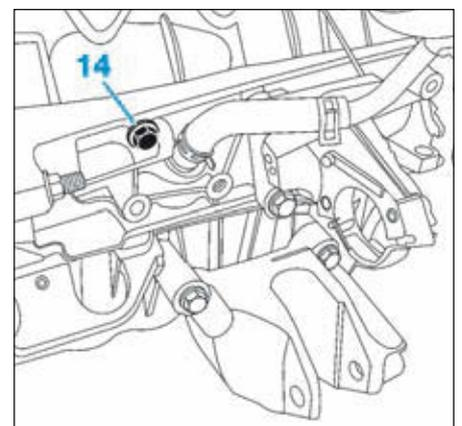

FIG.53
- la vis (14) du tuyau de retour d'huile (Fig.53).